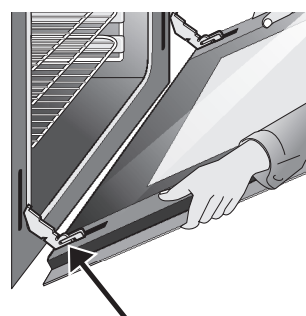

Figure 39 : Dépose du balconnet de porte
4. Tirez le bas de la porte vers vous, tout en faisant tourner le haut vers l'appareil pour dégager complètement les leviers de charnière (Figure 39).
1. Saisir fermement les deux côtés de la porte du four. Ne pas la prendre par la poignée (Figure 39).
2. Maintenir la porte du four dans le même angle que la position de dépose. Insérer délicatement les leviers de charnière dans le cadre du four jusqu'à ce qu'ils soient bien assis dans les encoches. Les leviers de charnière doivent être pleinement engagés dans les encoches avant d'ouvrir complètement la porte du four (Figure 39).